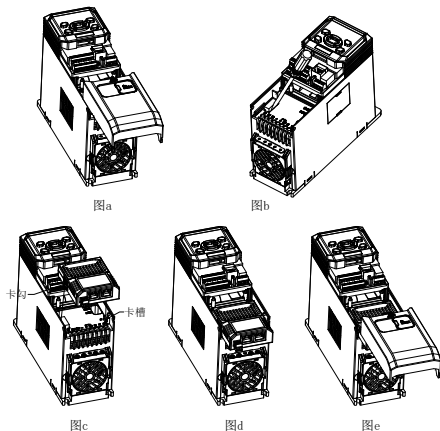

图 1-1 ECAT 通讯选件安装步骤图
(1) 变频器非上电状态下，按压下盖板上上部颗粒状处，用力向下滑动，取下变频器下盖板，如图 1-1 a 所示。
(2) 使用一字螺丝刀撬掉防尘盖，如图 1-1 b 所示。
(3) 安装 ECAT 选件：将内装有总线卡的扩展盒朝上（指示灯朝上），对准安装位置
2 总线电气接口，水平往下按压，使得扩展盒弹压式卡口和变频器下端卡勾咬合，如图 1-1 c 与图 1-1 d 所示。
(4) 完成总线选件组装，如图 1-1 e 所示。